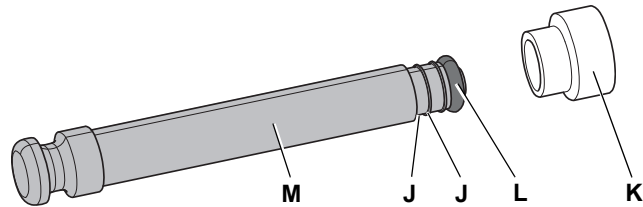

Fig. 7-26 Piston et bouchon de seringue
- 4 Humidifiez le joint torique (L) avec de l'eau distillée ou déminéralisée Fig. 7-26 , Fig. 7-39.
- 5 Installez un nouveau capuchon de seringue (K) sur le piston (M) Fig. 7-26 , Fig. 7-39.
- 6 Pressez les parois du capuchon sur les arêtes tranchantes du piston (M) pour procéder à la fixation Fig. 7-26 , Fig. 7-39.
- 7 Humidifiez le capuchon (K) et poussez le piston (M) dans le cylindre de la seringue Fig. 7-26 , Fig. 7-39.